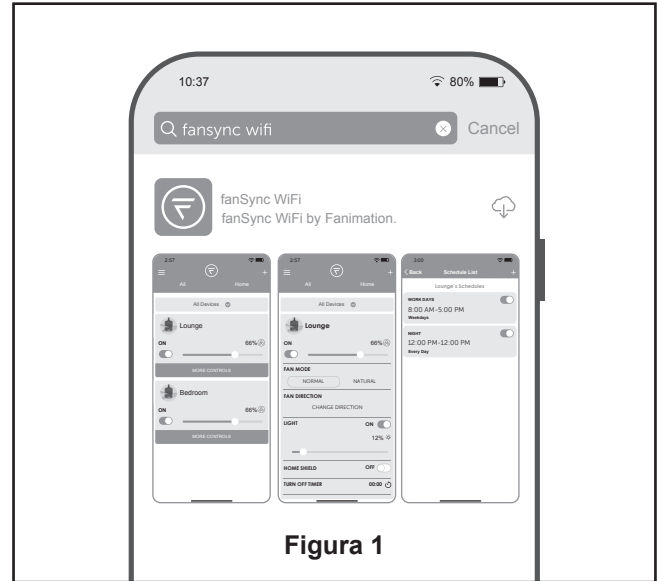

Figura 1
- 1. **IMPORTANTE:** El uso de un regulador de la intensidad completa (no incluido) para controlar la velocidad del ventilador dañará el dispositivo. Para reducir el riesgo de incendio o descarga eléctrica, no utilice dicho regulador para controlar la velocidad del ventilador. (Figura 1)
1. Instalación de la placa de la pared: (Figura 1)
1. Visite el App Store de Apple o el Play Store de Google para descargarse la App gratuita fanSync WiFi. (Figura 1)